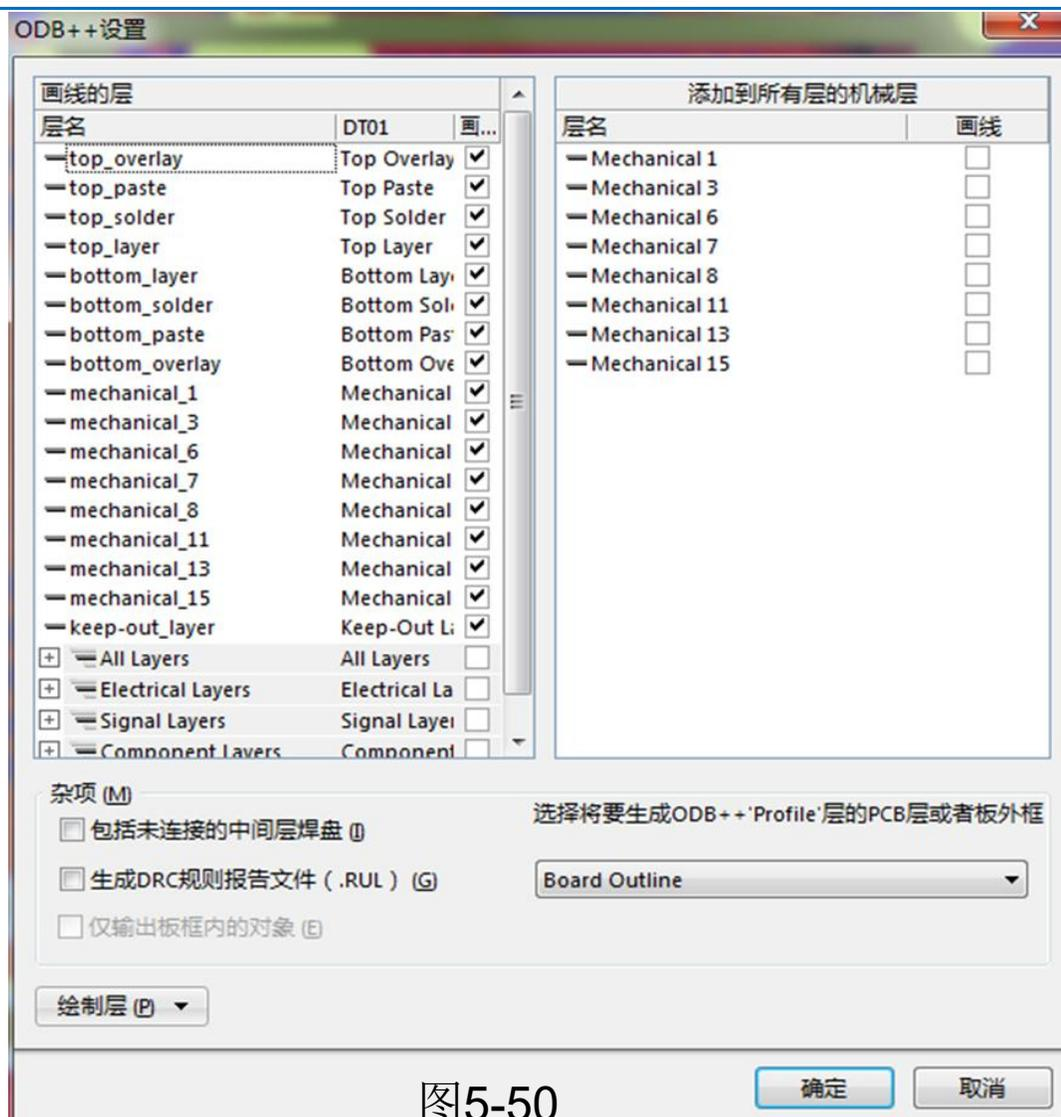

图5-50
(2)如图5-50所示，出现ODB++ Setup（ODB++设置）对话框界面。